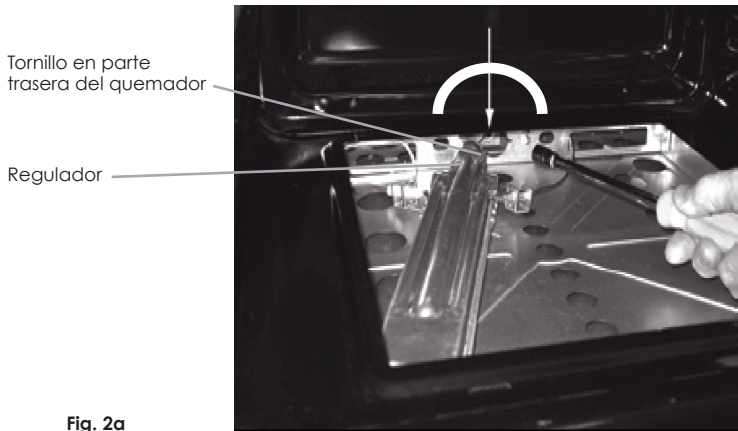

Fig. 2a
- 3.- Con un desarmador afloje el tornillo localizado en la parte trasera del quemador.(ver fig. 2a)